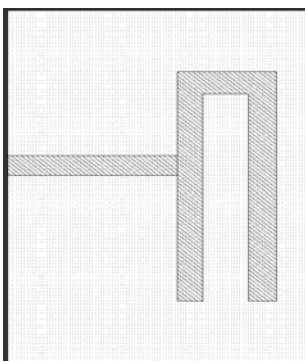

Рис. 3.95
- Щёлкните по значку **Polygon Conductor**, поместите курсор на свободном месте в нижней части окна электромагнитной структуры и щёлкните мышкой. Затем перемещайте курсор, щёлкая мышкой после каждого перемещения, на **5.2** вверх, на **1.75** вправо, на **5.2** вниз, на **0.5** влево, на **4.7** вверх, на **0.8** влево, на **4.7** вниз и дважды щёлкните мышкой. Установите курсор на полученный резонатор, нажмите левую кнопку мышки и соедините резонатор с входным проводником. Щёлкнув по значку **Measure** на панели инструментов, измерьте расстояние от верхней части резонатора до входного проводника и сдвиньте резонатор так, чтобы это расстояние было равно **1.9**. Должна получиться структура, показанная на рис. 3.95.